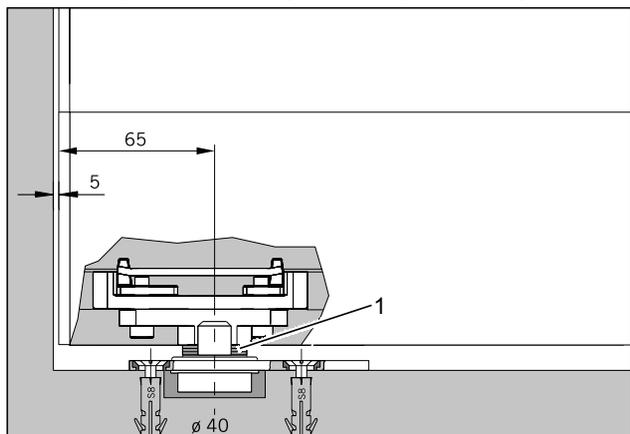

Abb. 5 Bodenlager montieren
1. Bodenlager am Boden gemäß Anlagenzeichnung mit Türabstand von 65 mm und 5 mm Wandabstand zur Faltschiebewand ausrichten (Abb. 5). Eventuell abweichende Maßangaben in der beiliegenden Anlagenzeichnung beachten.
6. Schutzbrille tragen. Die Mitte des Bodenlagers mit einer 40-mm-Bohrkrone mindestens 15 mm tief bohren (Abb. 5).
8. Dübel in die 8-mm-Bohrungen einsetzen (Abb. 5).
12. Bei Bedarf die Höhe des Bodenlagers korrigieren. Dazu das Bodenlager mit den beiliegenden Unterlegscheiben (3 Stück, je 1 mm dick) unterlegen (Abb. 5/1).